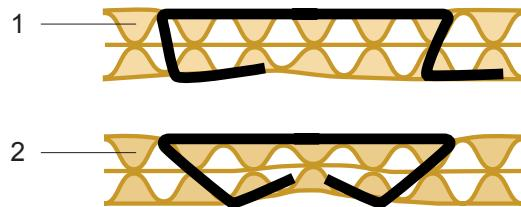

Fig. 9
Varje täg är testad noggrant före leverans. Genom påverkan kan städet komma ur läge och en defekt bockning uppstå. (Fig. 9/1). En enkel justering av städet bör då göras enligt följande.
- Provhäfta med material och bockningen bör vara enligt (Fig.9/2).